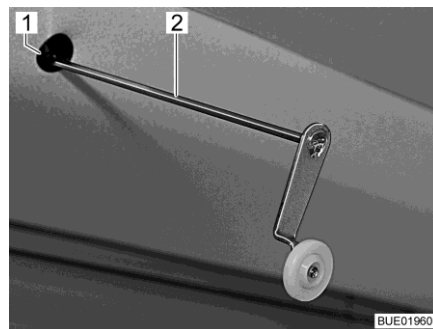

Fig. 146 Manivelle pour le régime de secours
- Insérer la manivelle (Fig. 146,2) ou la clé mâle coudée pour vis à six pans creux dans la réception (Fig. 146,1) sur le moteur. La réception se trouve dans la découpe du cache en haut à gauche sur le lit escamotable.